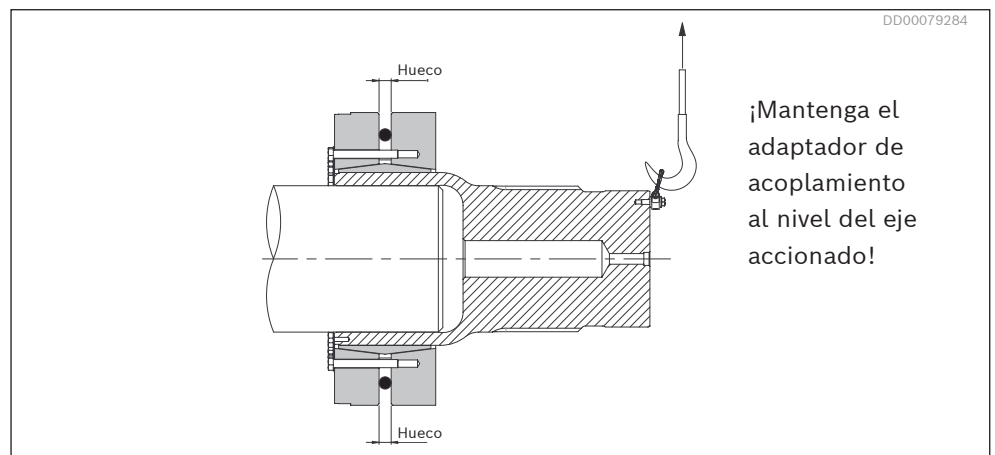

Fig. 38: Hueco entre los anillos de sujeción
2. Para evitar la falta de alineación de los dos anillos de sujeción durante el apriete de los tornillos, se debe medir por varios lugares el hueco entre los anillos durante el proceso, ver *Fig. 38*. La diferencia entre los huecos medidos no debe variar más de 1 mm (0,04") en ninguna fase del proceso de apriete.